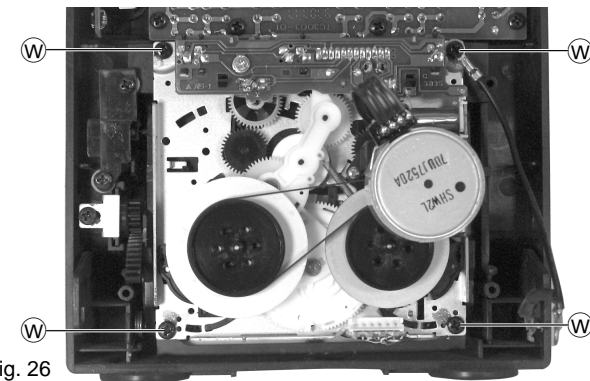

Fig. 26
- 4 Schrauben **W** herausschrauben und Laufwerk nach hinten herausnehmen (Fig. 26).
- Undo 4 screws **W** and remove drive (Fig. 26).